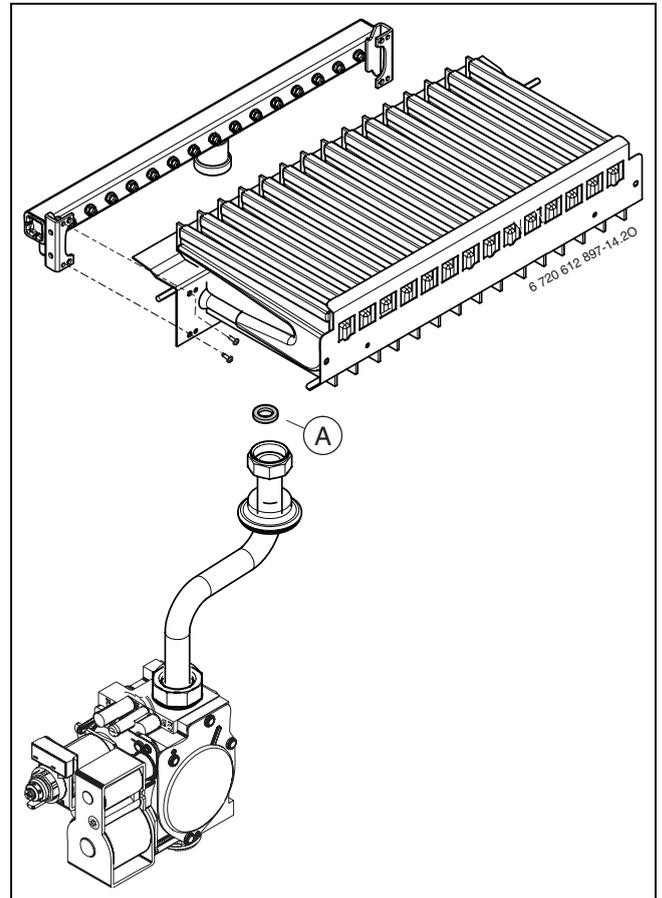

Fig. 49
- ▶ Apagar el aparato con el interruptor principal (0).
- ▶ Montar el quemador con la junta (A) nueva (→ Fig. 49).